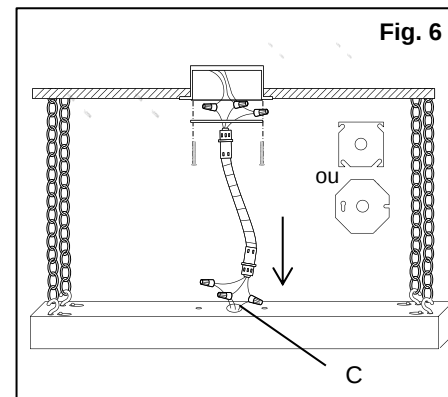

Fig. 6
1. Connectez les fils du luminaire aux fils situés à une extrémité du **fouet** à l'aide de **capuchones de connexion**. Rentrez les connexions à l'intérieur de l'appareil. (Fig. 6)
2. Attachez le **raccord** situé au bout du fouet au **trou défonçable** (C). (Fig. 6)
3. Fixez le **couvrete de la boîte de sortie** sur le **raccord** situé à l'extrémité opposée du **fouet**. (Fig. 6)
4. Connectez les fils d'alimentation aux fils restants du **fouet**. Rentrez les connexions dans la boîte de sortie. (Fig. 6)
5. Montez le **couvrete du boîtier de sortie** sur le boîtier à l'aide des **vis de montage**. (Fig. 6)